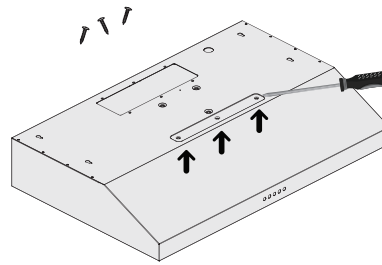

Figure 3
- Lors de l'installation avec fonction de recirculation interne, dévisser les trois vis de la plaque supérieure de la hotte (Voir figure 3).